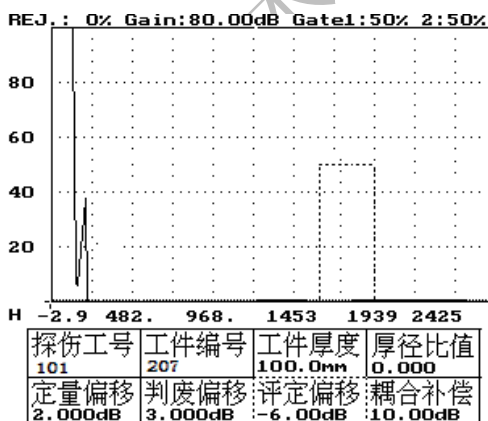

图 7-1
- 4、按方向键——将虚框移到评定偏移参数上，如图 7-1 所示。